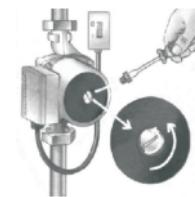

Рисунок 4
4. Вставьте отвертку в прорезь вентиляционной пробки и осторожно откройте вентиляционную пробку (см. рис. 4).